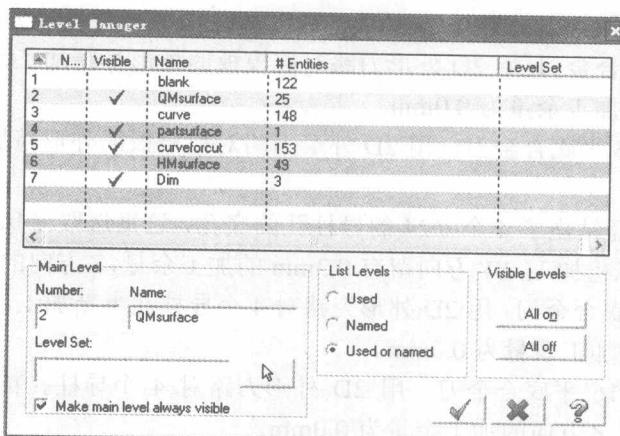
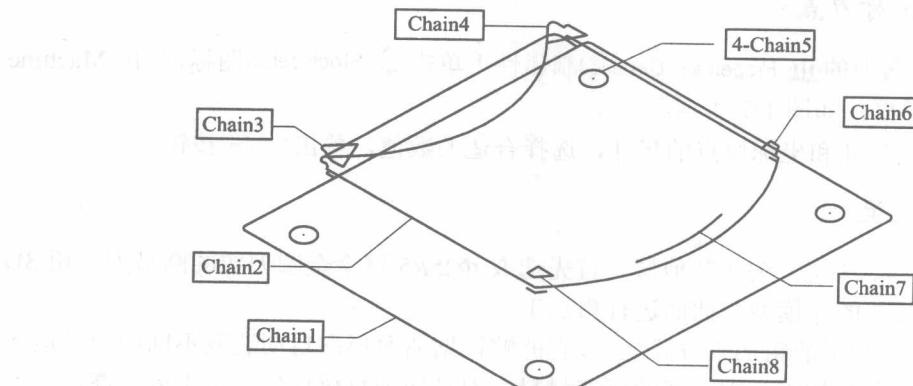
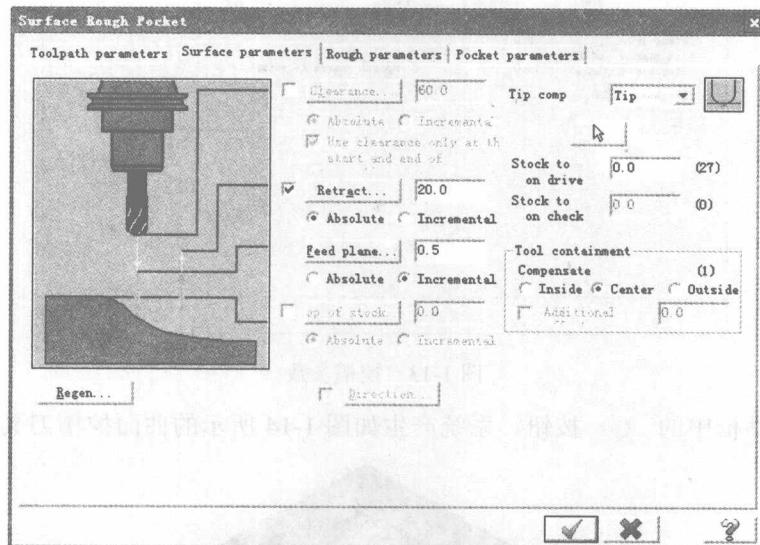

图 1-5 层管理图
图 1-6 切削曲线及边界图
图 1-15 曲面参数
绘图的具体过程这里不详细讲述，读者可按照上述的方法自行绘制，结果可见光盘。绘图进行了分层管理，分为 7 个层，第 1 层 blank 绘制图形隐藏的图素，第 2 层 QMsurface 绘制了前模曲面，第 3 层 curve 绘制了图形的绘图曲线，第 4 层 partsurface 绘制了模具的分型面，第 5 层 curveforcut 绘制了编制刀路时要使用的曲线及加工边界，第 6 层 HMSurface 绘制了后模曲面，第 7 层 Dim 标注了前模的尺寸。层管理图如图 1-5 所示。切削曲线及边界如图 1-6 所示。图形坐标原点放在前模 XY 方向的中心处，前模顶面是模具的分型面，Z 方向尺寸为 0.0mm。
- ① 在屏幕左方刀路操作管理区内（或单击下拉式菜单）单击鼠标右键，依次单击主菜单中的 **Mill toolpaths / Surface rough / Pocket** 命令。依次单击 **All...** 按钮，在弹出的 **Select All** 对话框中选择所有曲面，单击  按钮。
- ② 系统弹出的 **Toolpath/surface selection** 对话框，在 **Containment** 栏中单击 按钮，弹出 **Chaining** 对话框，用串连方式选择图 1-6 中的 Chain2，单击  按钮。
② 系统弹出的 Toolpath/surface selection 对话框，在 Containment 栏中单击  按钮，弹出 Chaining 对话框，用串连方式选择图 1-6 中的 Chain2，单击  按钮。
③ 选择完毕后，系统弹出 3D 曲面挖槽刀路对话框，进入刀具参数界面，刀具及参数同前一工序。
④ 单击曲面挖槽刀路中 Surface parameters 对话框，曲面参数设置如图 1-15 所示。加工余量 0.0mm。